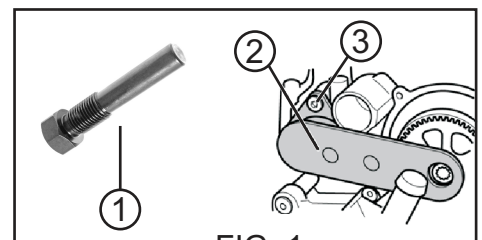

FIG. 1
- Herramienta de bloque del cigüeñal (1) [FIG. 1].
- Herramienta de reglaje del árbol de levas (2) [FIG. 1].
- 3 Montar la herramienta de reglaje del árbol de levas (2) [FIG. 1] y sujetarla con el tornillo (3) [FIG. 1].
- 6 Desmontar las herramientas de reglaje (1) y (2) [FIG. 1].